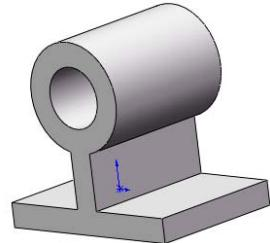

图 4-70 拉伸的图形
**15** 设置视图方向。单击“标准视图”工具栏中的“等轴测”图标 $\text{A}$ ，将视图以等轴测方向显示，结果如图 4-70 所示。